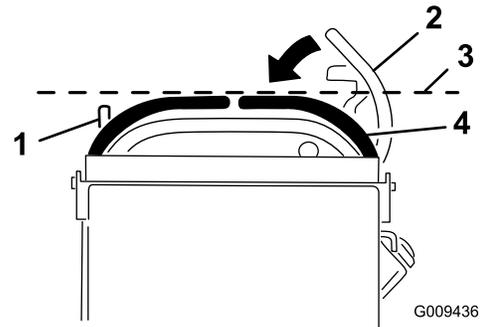

Figura 71
3. Empuje la palanca de control de movimiento de la derecha hacia abajo, sacándola de la posición de bloqueo/punto muerto (Figura 71).
4. Compruebe su alineación horizontal con la palanca de control de movimiento izquierda (Figura 71).